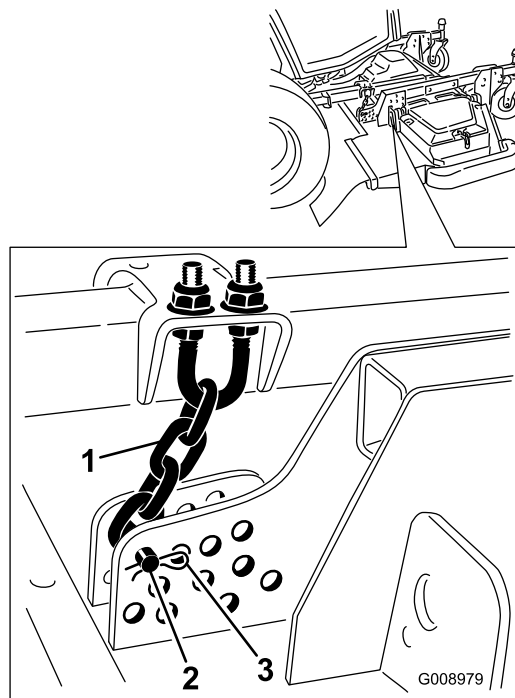

Figura 124
4. Togliete la coppiglia e il perno con testa che fissano le catene dell'altezza di taglio sul retro del piatto di taglio (Figura 124).